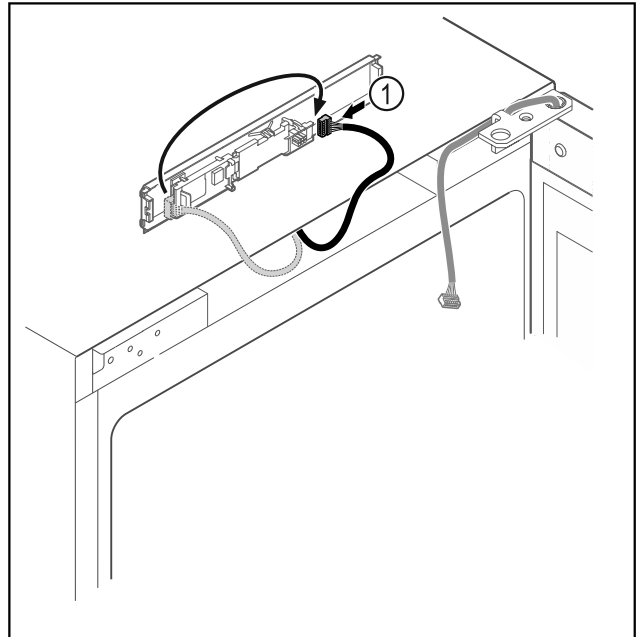

Fig. 14
- ▶ Enchufar el conector Fig. 14 (1) en otra posición en la platina.